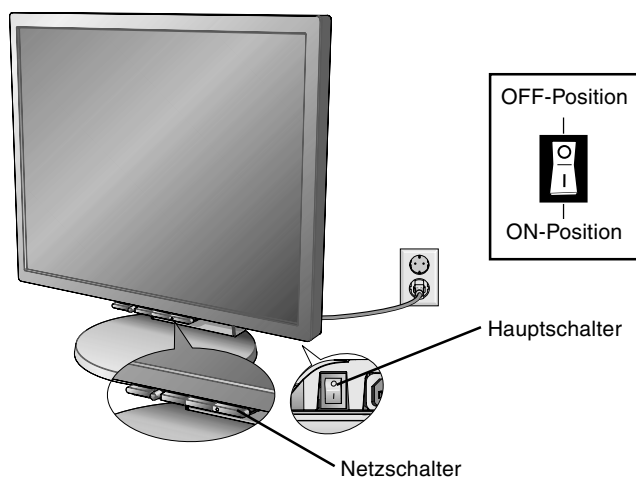

Abbildung E.1
10. Schließen Sie das Netzkabel an die Steckdose an (**Abbildung E.1**).
11. Der Hauptschalter auf der Rückseite des Monitors muss eingeschaltet sein (**Abbildung E.1**). Schalten Sie den Monitor mit dem Netzschalter auf der Vorderseite ein, und schalten Sie den Computer ebenfalls ein.